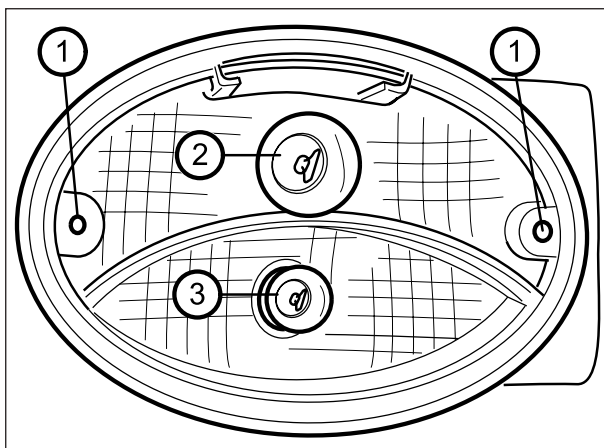

Fig. 133
- 2 - Sustituir la bombilla averiada (Fig.133)